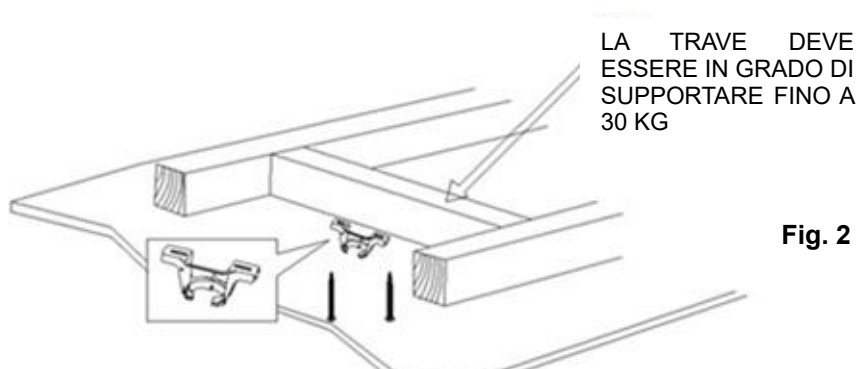

Fig. 2
- Fissare la staffa di supporto a una struttura o una trave del soffitto in grado di sostenere un carico di almeno 30 kg con le due viti lunghe fornite. Assicurarsi che almeno 30 mm della vite siano inseriti nella struttura (Fig. 2).